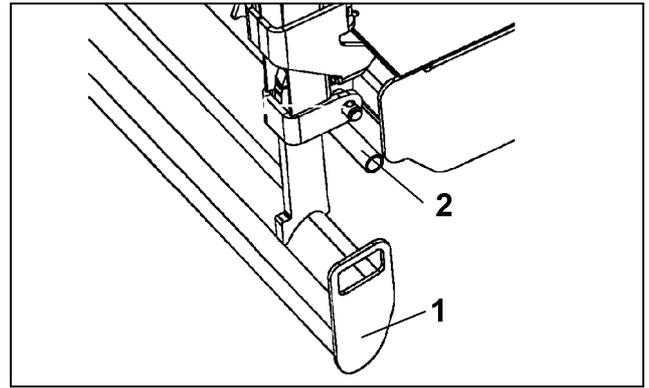

Fig. 12
1. lame de nivellement (Fig. 12/1)